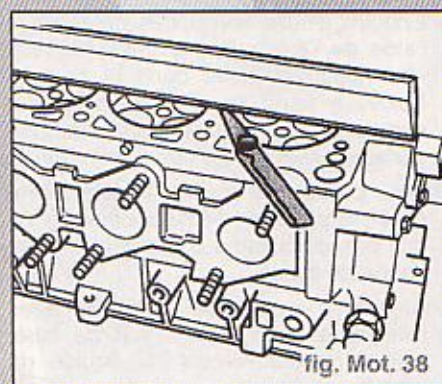

fig. Mot. 38
- Contrôler la planéité de la culasse à l'aide d'une règle et d'un jeu de cales (fig. Mot. 38).